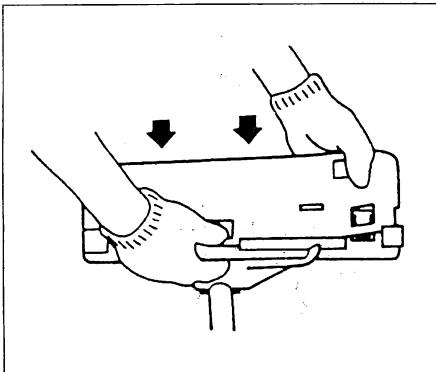

Fig. 1-9
(En) When using a trimmer head (2) with two piece type blade guard, attach the guard extension to the blade guard. (Fig. 1-9)
(Fr) Lorsque l'on utilise une tête de débroussailleuse (2) avec une plaque de protection de lame de type de deux pièces, veuillez fixer l'extension de la plaque de protection à la plaque de protection de la lame. (Fig. 1-9)
(It) Quando si usa una testina tosaerba (2) con coprilama di tipo di due pezzi, applicare l'allungamento al coprilama. (Fig. 1-9)
(Ge) Bei Einsatz eines Trimmerkopfs (2) mit Doppelstückmesserschutz die Schutzverlängerung am Messerschutz befestigen. (Fig. 1-9)
(Sp) Cuando use el cabezal recortador (2), con el protector de cuchilla tipo de dos piezas, conecte el protector de extensión al protector de cuchilla. (Fig. 1-9)
(Sw) Vid användning av trimmerhuvudet (2) försett med tvådelat klingskydd skall skyddsförvärlängningen fästas vid klingskyddet. (Fig. 1-9)